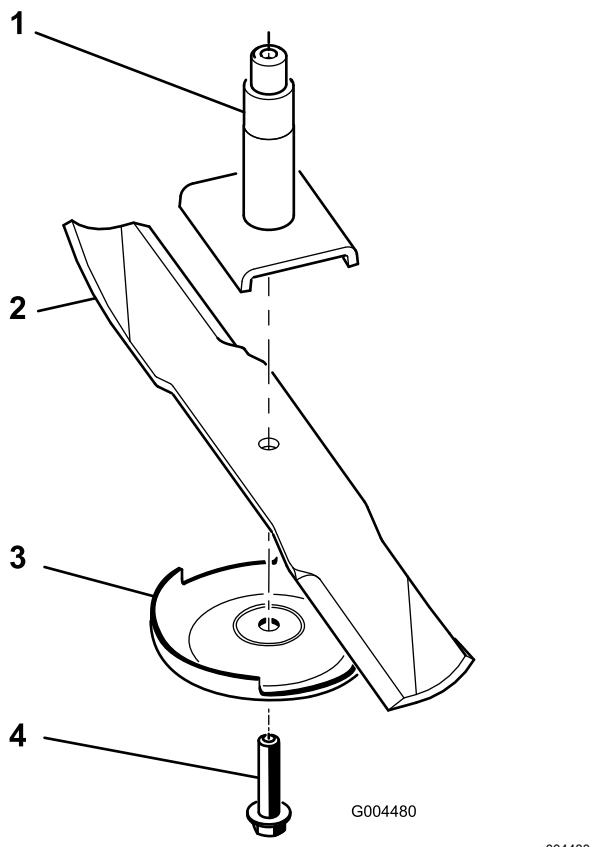

Figure 29
2. Enlevez le boulon, la plaque anti-scalp et la lame de l'axe de pivot (Figure 29).
1. Placez la lame sur l'axe (Figure 29).
2. Montez la plaque anti-scalp et le boulon de lame (Figure 29).